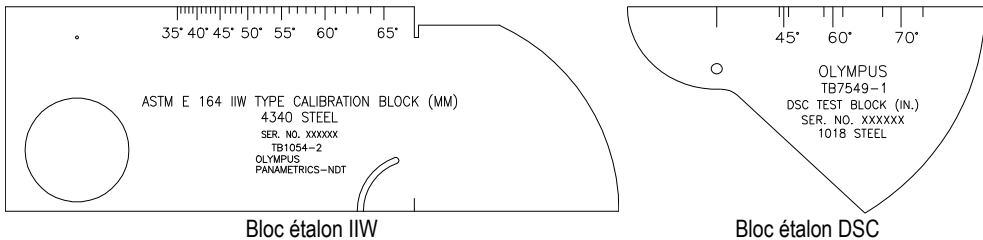

Figure 4-43 Blocs étalons IIW et DSC
- **K1-IIW** (voir le bloc étalon IIW dans la Figure 4-43 à la page 283)
- **K2-DSC** (voir le bloc étalon DSC dans la Figure 4-43 à la page 283)